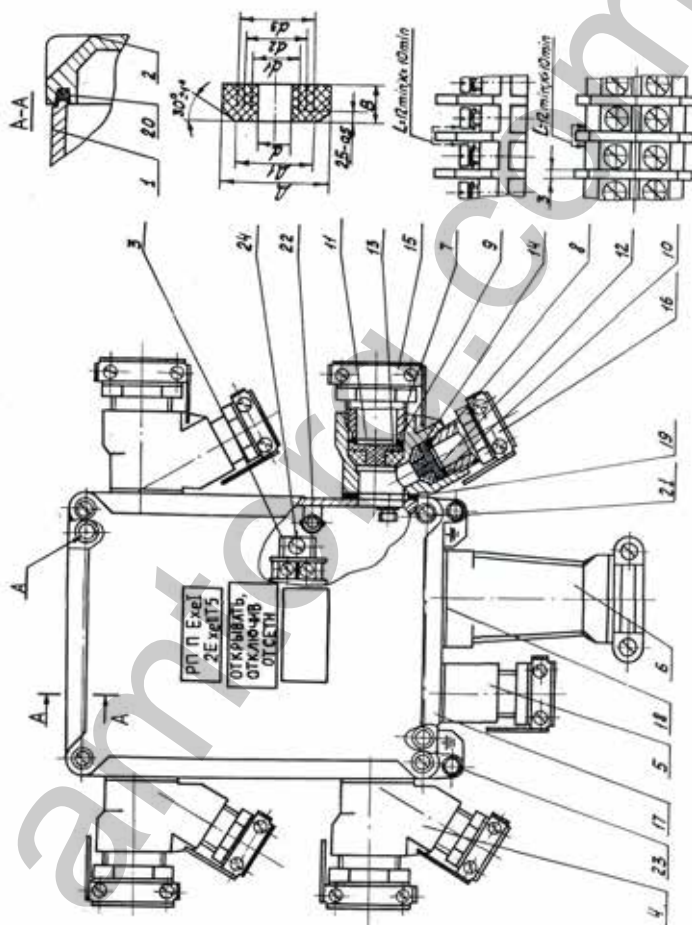

Рис. 9. Устройство и средства взрывозащиты ящика клемного
4.7 Совокупность мер и средств взрывозащиты ящика показана на рис. 9, 10.